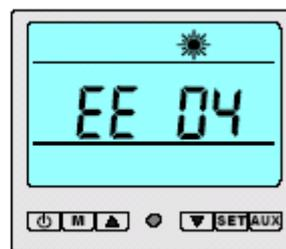

Figure 3-14
- Si une inversion de phase est détectée pendant 1s au démarrage ou durant le fonctionnement de la PAC, elle est arrêtée automatiquement. Le redémarrage ne pourra s'effectuer que manuellement. L'erreur EE04 est affichée (voir figure 3-14).